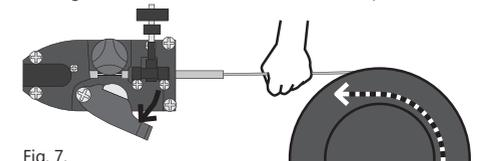

Fig. 7.
- (Voir la figure 7) Insérez au moins 30 cm de fil dans le guide. Si le bout du fil est déformé, coupez-le.